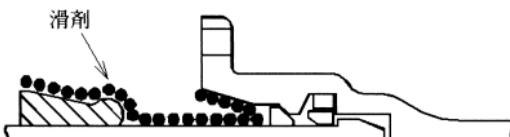

図38 滑剤塗布範囲
- (1) ゴム輪外面、挿し口外面および受口内面にダクタイル鉄管継手用滑剤を塗る。塗布範囲を図38に示す。